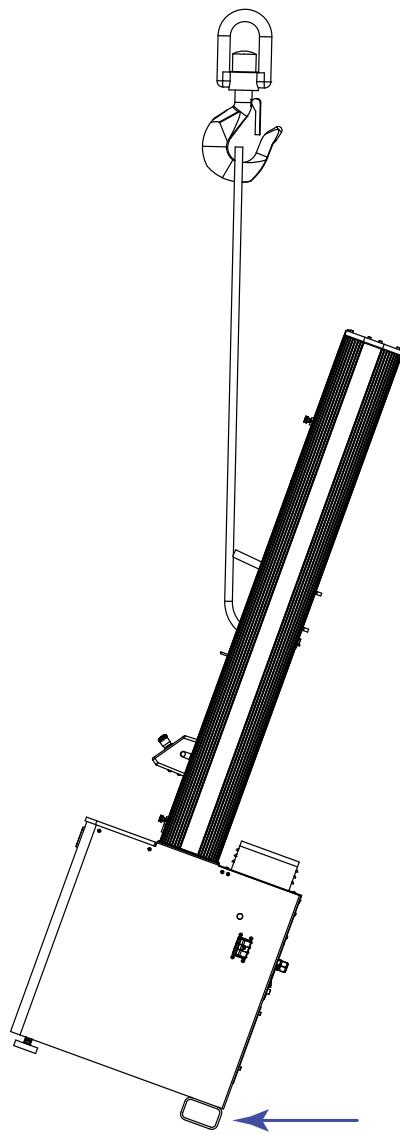

図 24. ロード フレームの直立
5. フレームをゆっくりと持ち上げ、垂直にします (82 ページの図 24 を参照)。
吊り上げ中、出荷用スキッドまたは床面に接触しているのは、フレーム ベースの後部にある管状ブラケットだけであることを確認してください (82 ページの図 24 の矢印で示す)。